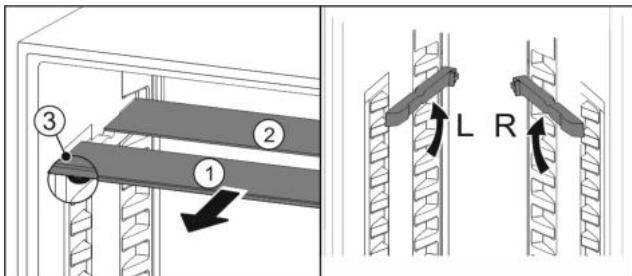

Fig. 27
- ▶ Издърпайте Fig. 27 (1) поотделно стъклените плохи напред.
- ▷ Стъклената плоча Fig. 27 (1) с декоративната лайстна е отпред.
- ▷ Ограничителите Fig. 27 (3) сочат надолу.